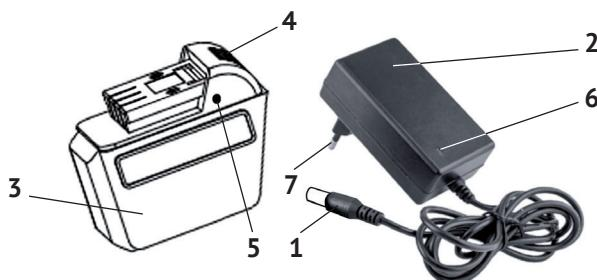

рис. 2
- вставить штекер (рис.2 поз.1) ЗУ (рис.2 поз.2) в разъём (рис.2 поз.5) АБ (рис.2 поз.3);
- вы светится красным цветом индикатор (рис.2 поз.6) – начат процесс зарядки;